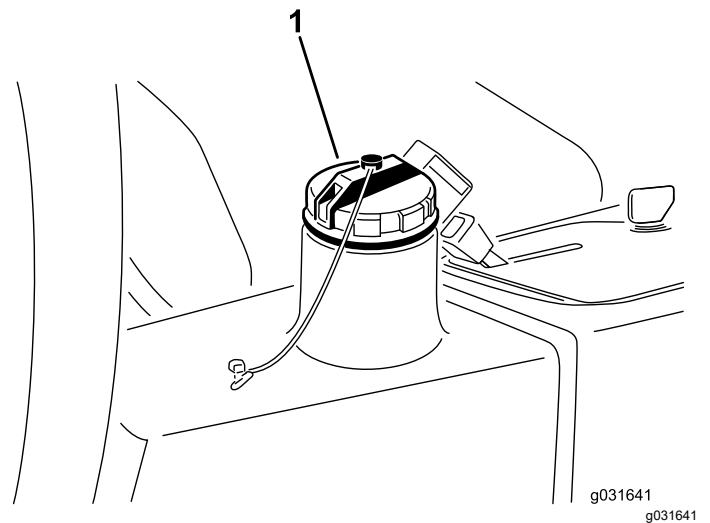

Figure 66
- Versez environ 13,2 L (3,5 gal américains) de liquide hydraulique dans le réservoir (Figure 66); voir Spécifications du liquide hydraulique (page 54) et Contrôle du niveau de liquide hydraulique (page 54).